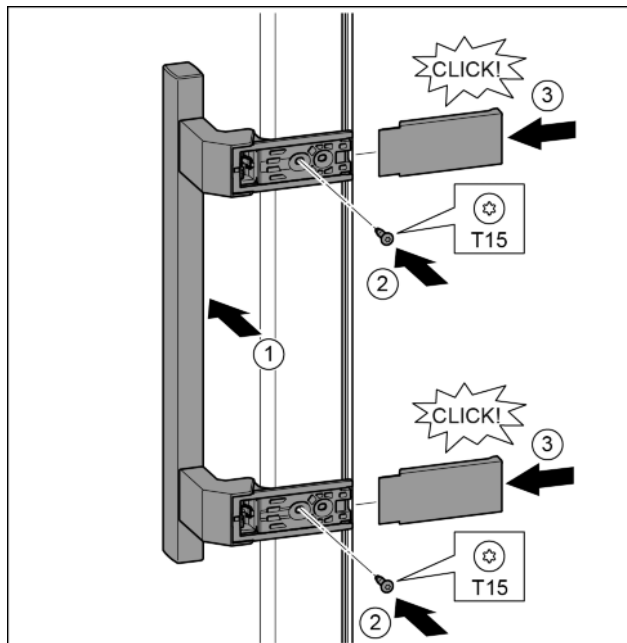

Fig. 33
- ▶ Założyć uchwyt po przeciwległej stronie. Fig. 33 (1)
- ▶ Śruby przykręcić przy pomocy śrubokręta T15. Fig. 33 (2)
- ▶ Osłony założyć z boku i wsunąć. Fig. 33 (3)